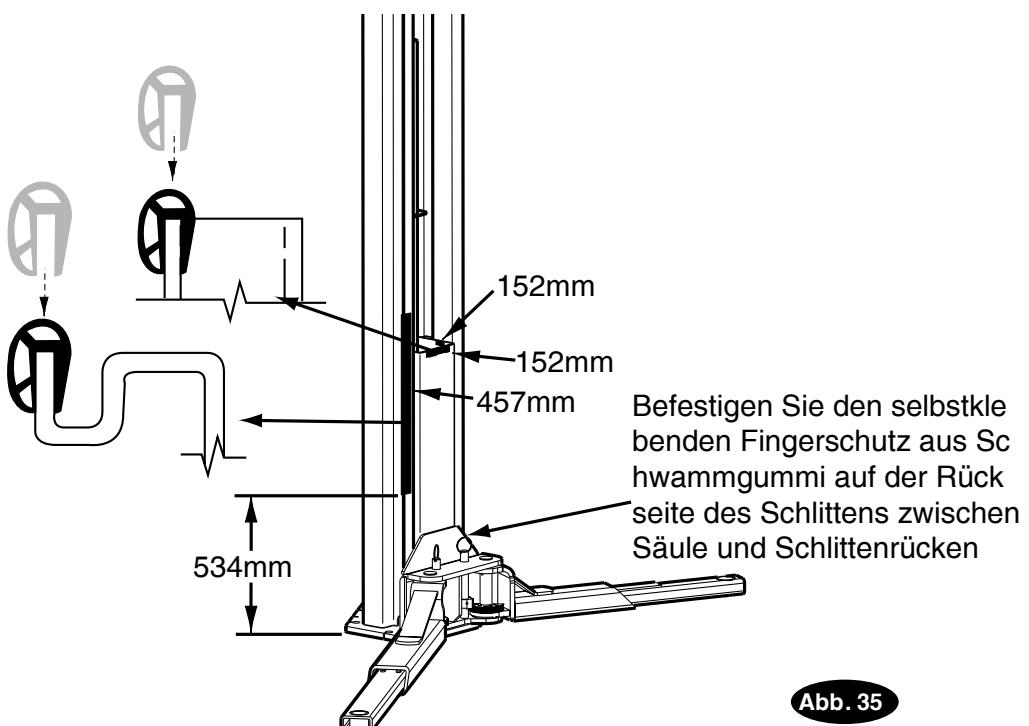

Abb. 35
1. 457-mm-Stoßfänger auf die Säulenkante drücken, Abb. 35.
2. Drücken Sie den 152-mm-Puffer auf die obere Vorderkante und die Oberseite des Schlittenrohrs, Abb. 35.
3. Drücken Sie den Stoßfänger auf der Rückseite des Schlittens zwischen Schlitten und Säule, wie in Abb. 35 gezeigt.